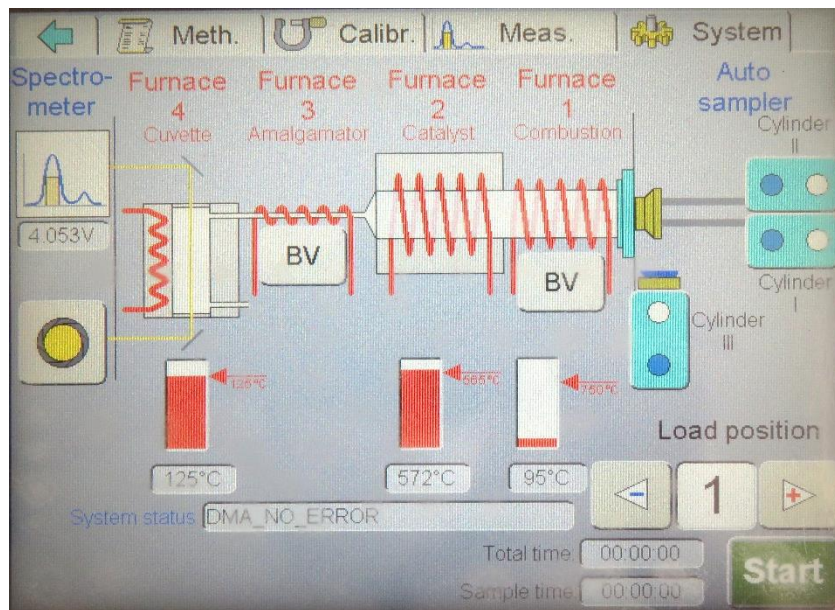

Fig.13 Pantalla de la pestaña System
- Ir a la pestaña **System** para verificar el calentamiento previo del equipo, las dos primeras barras deberán llegar a la temperatura óptima de 125 y 565 °C respectivamente, durante este calentamiento previo aparecerá el **BOTON RELOJ DE ARENA**. Cuando el equipo se encuentre listo para ser utilizado el **BOTON RELOJ DE ARENA** cambiará a **Start** y se mostrará el texto **DMA_NO_ERROR** en el cuadro System status (Fig.13)